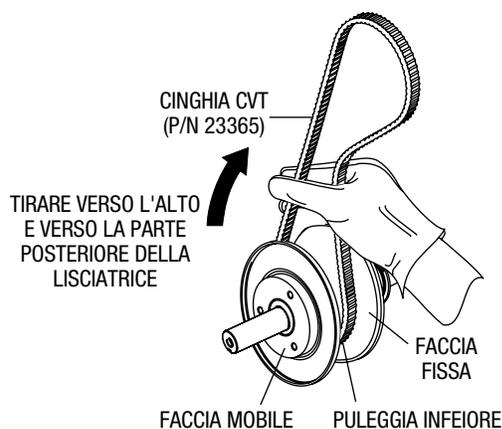

Figura 31. Tenere aperta la puleggia inferiore
1. Posizionare la nuova cinghia CVT sulla puleggia inferiore. Stringere la cinghia (figura 31) e tirare la cinghia verso l'alto e la parte posteriore della lisciatrice. Questa operazione aprirà le facce della puleggia motrice inferiore.